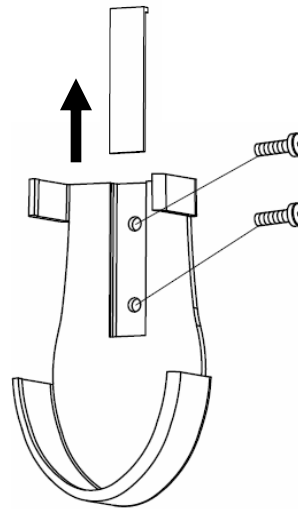

Abb. 15a
2. Entfernen Sie die Schraubenabdeckung und montieren Sie die Halterung mithilfe der 2 Schrauben und befestigen Sie die Schraubenabdeckung wieder. (Abb. 15a).